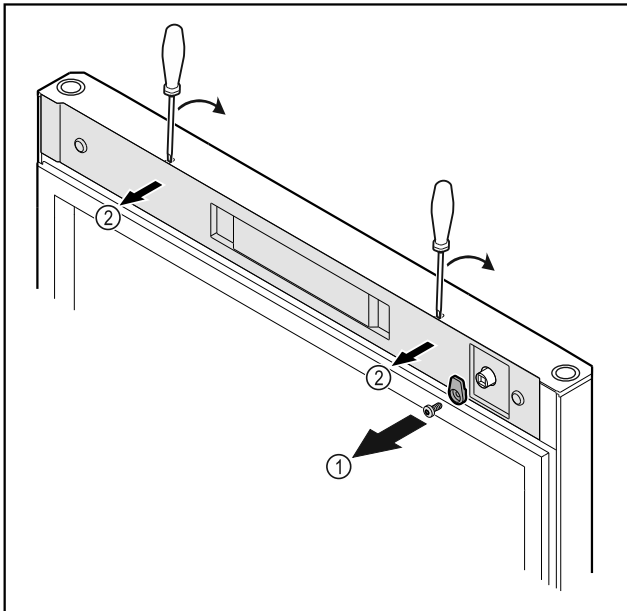

Fig. 18
- Irrota sulkuhaka Fig. 18 (1).
- Paina suojus Fig. 18 (2) pienellä ruuvimeisselillä paikaltaan ja ota se pois.